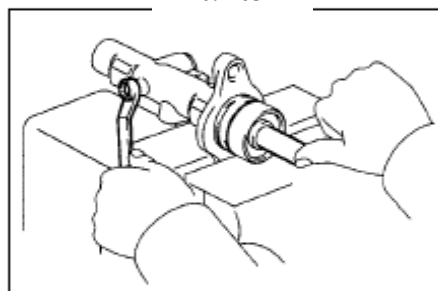

Рис. 264
- (5) Толкните поршень, и установите новую прокладку и болт поршня. (рис. 264)